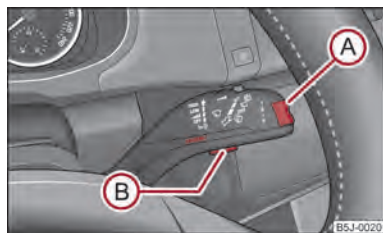

Abb. 7 Informationsdisplay: Bedienelemente
- Das **Main menu (Hauptmenü)** aktivieren Sie durch Drücken der Wipptaste (A) ⇒ Abb. 7 länger als 1 Sekunde.
- Über die Wipptaste (A) können Sie einzelne Menüpunkte wählen. Nach kurzem Antippen der Taste (B) wird die gewählte Information angezeigt.